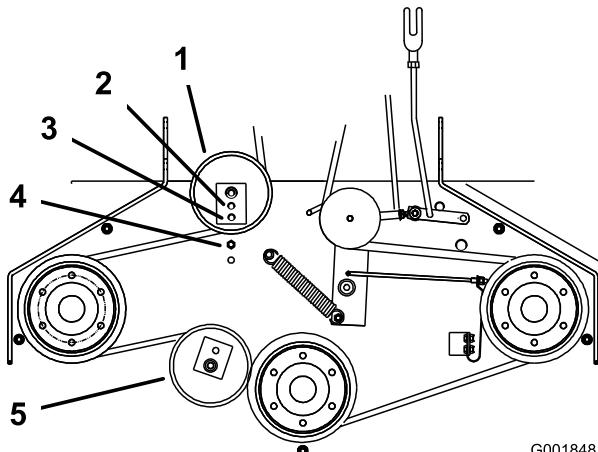

**Figure 54**
3. Desserrez le contre-écrou sur le tendeur (Figure 54).
4. Tournez le tendeur vers l'arrière du tablier de coupe pour augmenter la tension sur la courroie. Tournez le tendeur vers l'avant du tablier de coupe pour réduire la tension sur la courroie (Figure 54).